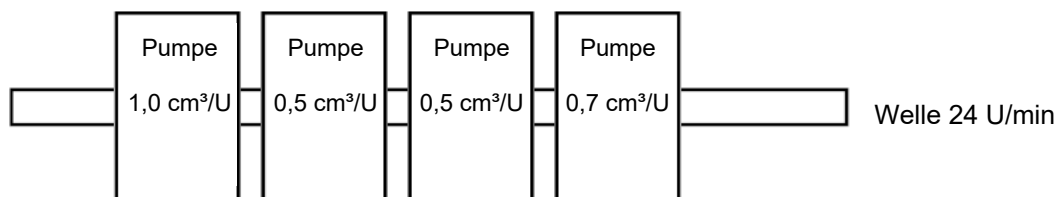

Abb. 9
- 50% der 1,0 cm³/U Pumpe betragen 0,5 cm³/U. Die beiden mittleren Anwendungen sind die gleichen (12 g/m²), d. h. beide Mittelpumpen haben die gleichen 0,5 cm³/U (siehe Abb. 9).
- 67% der 1,0 cm³/U Pumpe betragen 0,67 cm³/U. Wählen Sie aus den verfügbaren Pumpen die am nächsten stehende Pumpe aus; dies ist die 0,7 cm³/U Pumpe (siehe Punkt „Vector-Pumpenoptionen für Velocity“ und Abb. 9). Dies ist ein Worst-Case-Szenario von 3% Abweichung vom Ziel.